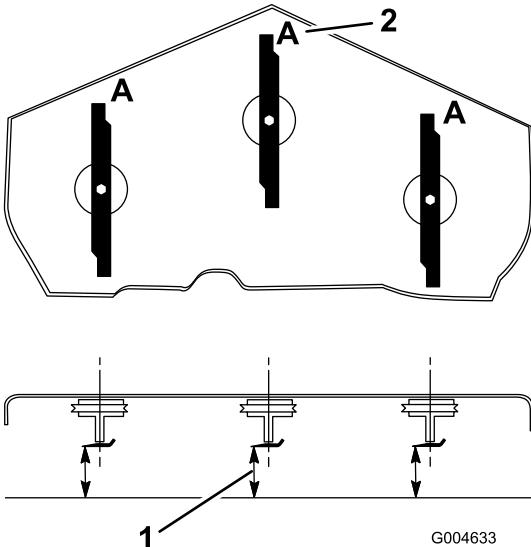

**Figure 65**
1. Examinez le tranchant des lames (Figure 65). Si les lames ne sont pas tranchantes ou si elles présentent des indentations, déposez-les et aiguisez-les (voir Aiguisage des lames).
2. Inspectez les lames, surtout la partie relevée (Figure 65). Remplacez immédiatement toute lame endommagée, usée ou qui présente une entaille (Figure 65).